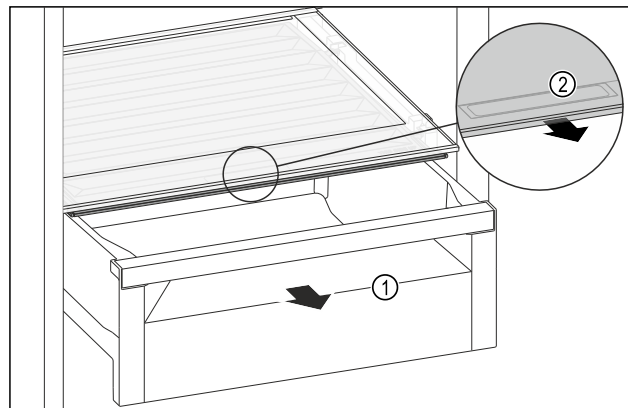

Fig. 155
- ▶ Schubfach Fig. 155 (1) herausziehen.
- ▶ Griffmulde Fig. 155 (2) am Fachdeckel anfassend und Fachdeckel gleichzeitig nach vorne ziehen.